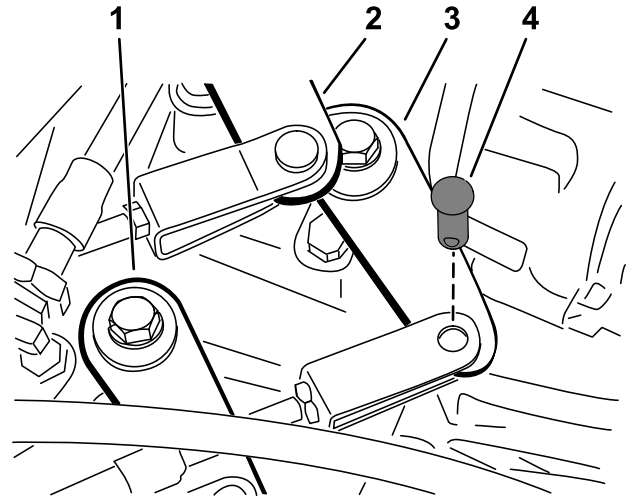

Figura 45
2. Retire los pasadores de horquilla que fijan los cables del cambio de marchas a los brazos de cambio del transeje (Figura 45).
1. Retire el pasador de horquilla que sujeta el cable de alto–bajo al transeje (Figura 45).